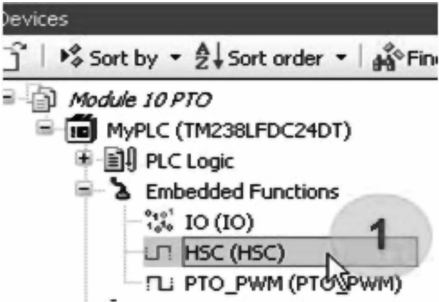

图 17-18 打开高速计数器
首先在设备树下找到 HSC，并打开 HSC 组态 (1)，如图 17-18 所示。